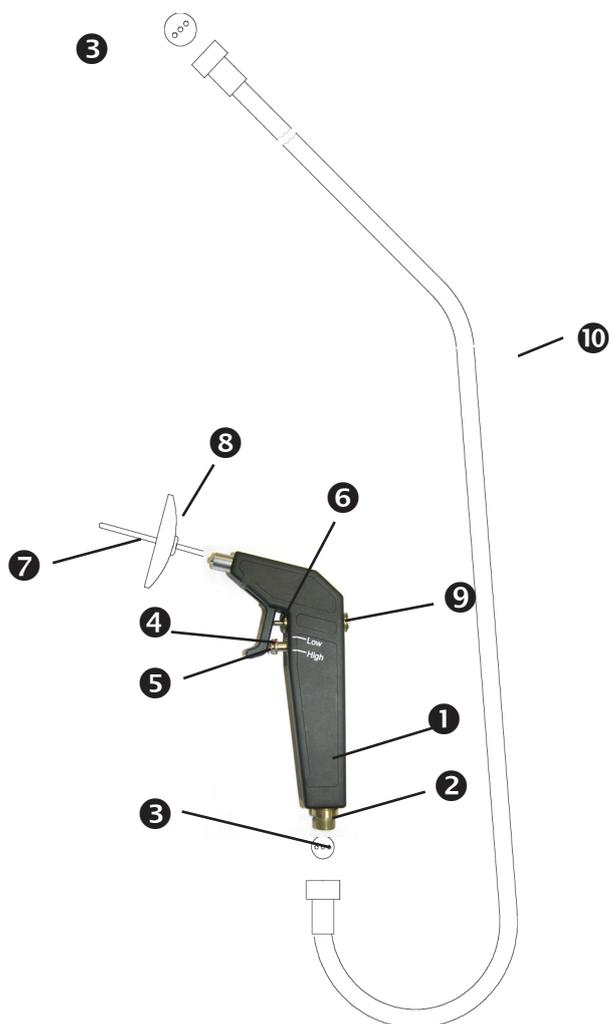

Bild 4. Spülhandgriff
- Schrauben Sie den „doppelläufigen Schlauch“ (10, Bild 4) mit einer eingelegten „Dreilochdichtung“ (9, Bild 4) auf den Geräteanschluss (2, Bild 3).